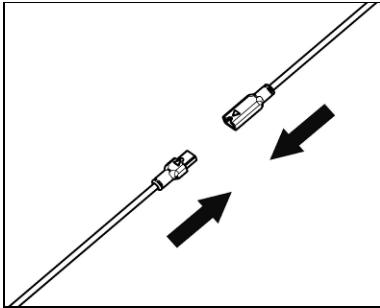

Abb. 2
- Schließen Sie den Stecker des Mikrophons an sein Gegenstück an, indem Sie die Richtung der Pfeile befolgen (Abb. 2).